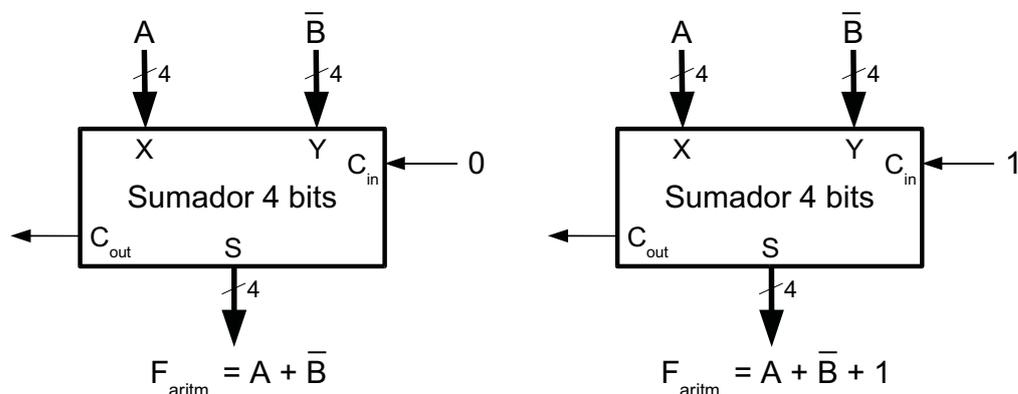

Figura 5.20.
- (c) Si las entradas del sumador son A y \bar{B} (el complemento de los bits del número B , es decir, $Ca1(B)$), figura 5.20, se pueden obtener operaciones de **resta en Ca1**, $F = A + \bar{B} = A + Ca1(B)$ si $C_{in} = 0$, o de **resta en Ca2**, $F = A + \bar{B} + 1 = A + Ca2(B)$ si $C_{in} = 1$.